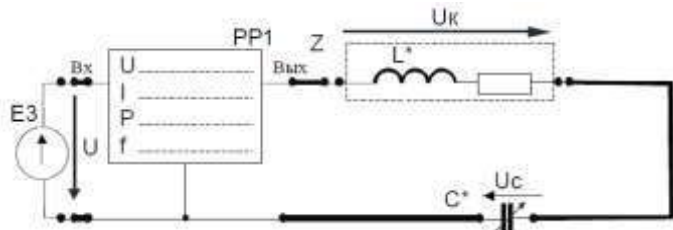

Рисунок 2
2. Собрать электрическую цепь с последовательным соединением реальной катушки индуктивности L\* конденсатора С\* (рис. 2), используя элементы цепи в соответствии с заданным вариантом (табл. 3). Предъявить схему для проверки преподавателю.